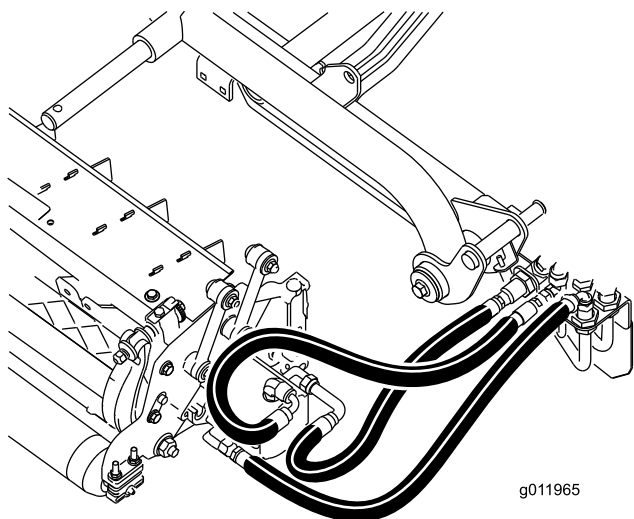

図 21
**重要** ホースが折れたりひねられたり強く曲げられたりしていないことを確認してください；図 21 のようなルートが適切です。カッティングユニットを上昇させ、左にスライドさせてください（モデル 03170）。後カッティングユニットのホースが走行ケーブル・ブラケットに当たらないことを確認し、必要に応じて接続部やホースの位置を再調整してください。